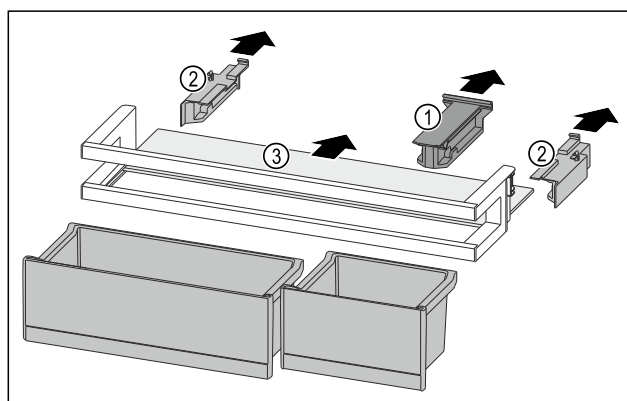

Fig. 117
- Držák Fig. 117 (1) stáhněte.
- Boční díly Fig. 117 (2) stáhněte.
- Odkládací plochu Fig. 117 (3) odeberte.